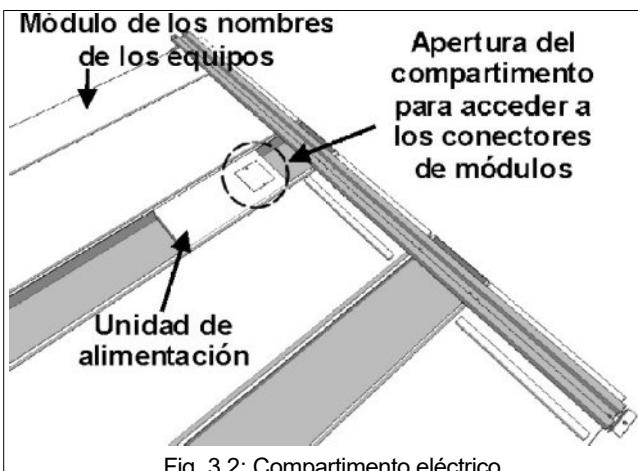
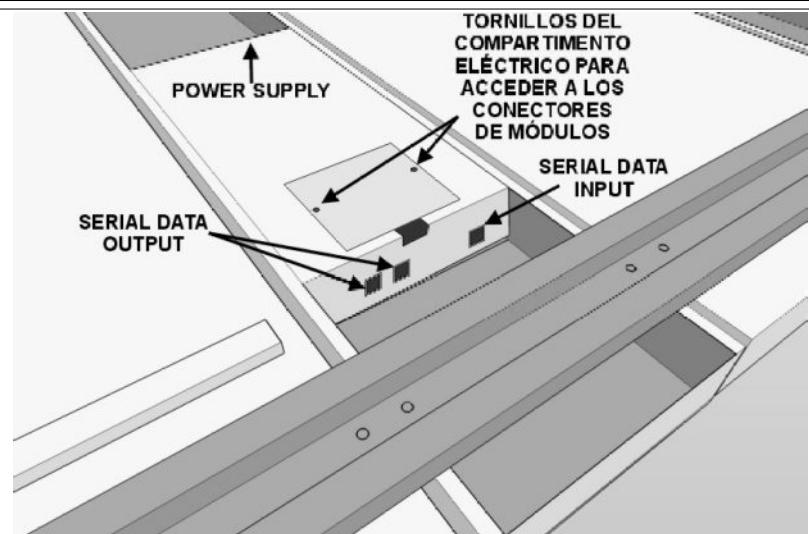

Fig. 3.2: Compartimento eléctrico
Fig. 3.5: Conexiones del cable de alimentación y de los cables de transmisión de datos
- Localice el módulo donde está montada la unidad de alimentación (véase la Fig. 3.2); abra el compartimento eléctrico de la unidad de alimentación usando un destornillador de cruz (Fig. 3.5).
La unidad de alimentación (véase la Fig. 3.5) lleva los conectores siguientes: